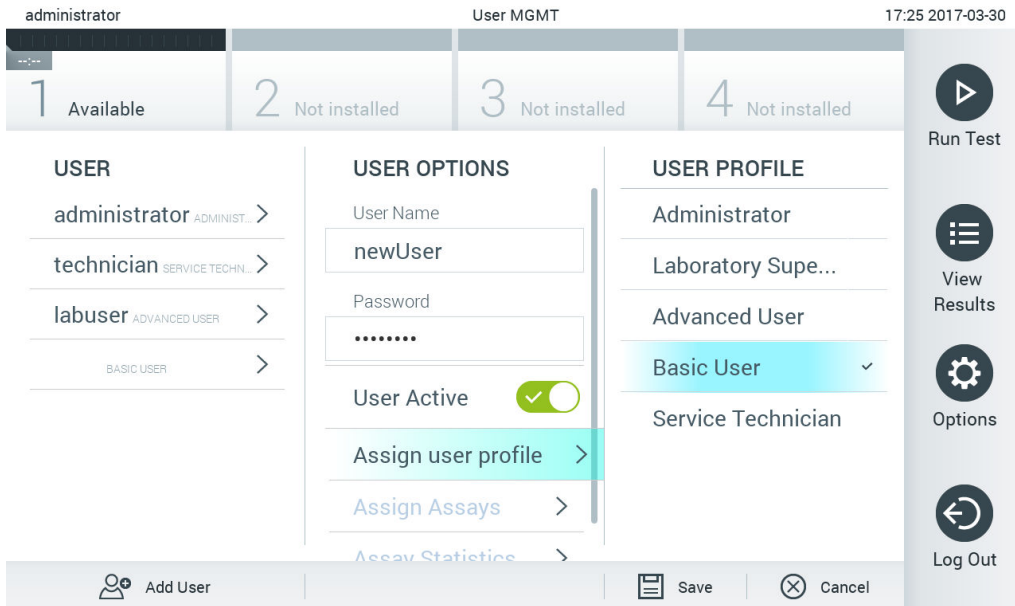

Рис. 64. Призначення профілю користувача новому користувачеві.
4. Натисніть Assign User Profile (Призначити профіль користувача) і призначте відповідний профіль новому користувачеві зі списку праворуч в області вмісту (рис. 64, наступна сторінка).